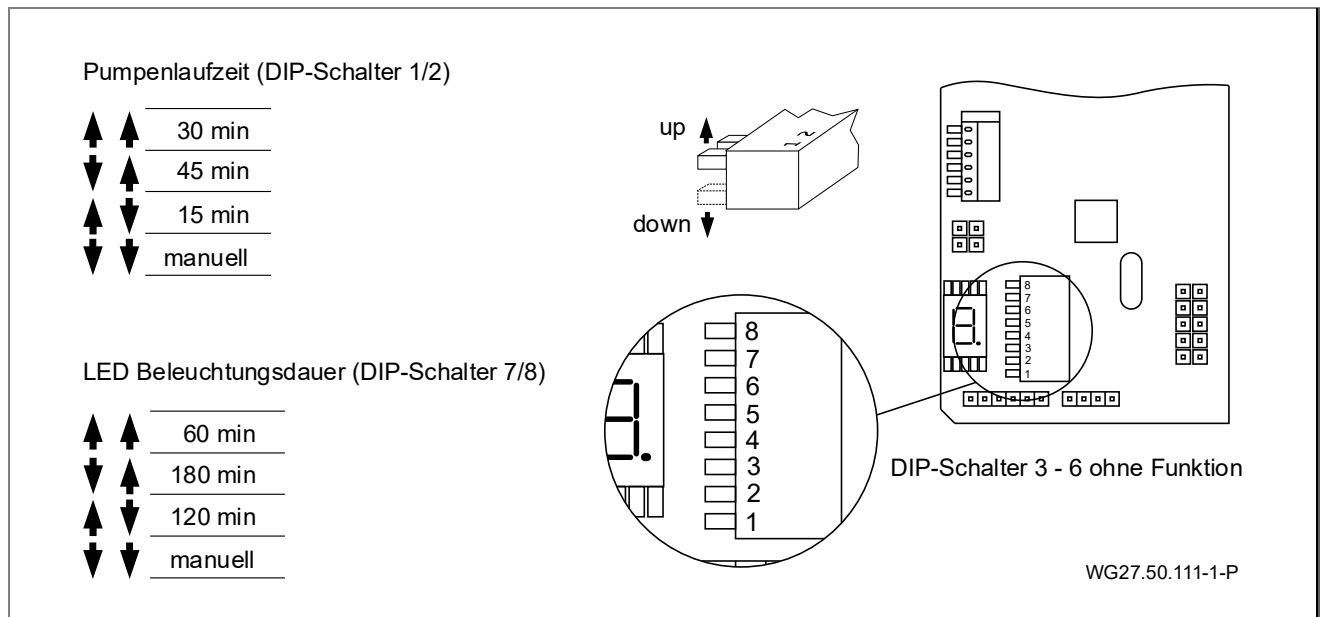

Abb. 30
3. Saug- und Druckleitung durch Abstützung entlasten. Siehe "Abb. 30".